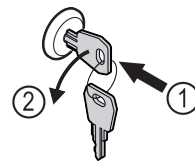

Fig. 167
- ▶ Πιέστε μέσα το κλειδί. Fig. 167 (1)
- ▶ Περιστρέψτε το κλειδί 90° αριστερόστροφα. Fig. 167 (2)